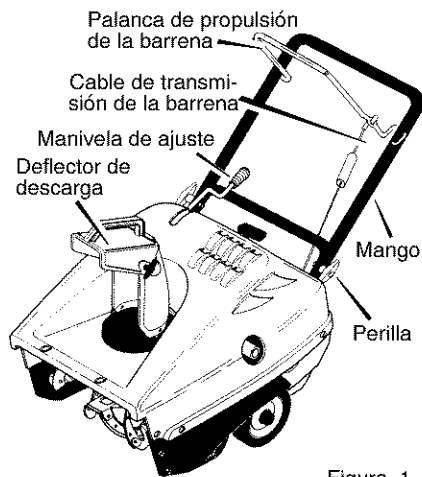

Figura 1
La Figura 1 muestra el quitanieves en la posición de operación.
1. Afloje las **perillas** a cada lado de los **mangos** (Figura 1).